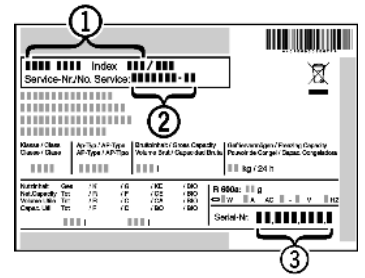

Fig. 23
- ▶ Relever la désignation de l'appareil Fig. 23 (1), le n° de service Fig. 23 (2) et le n° de série Fig. 23 (3) sur la plaquette signalétique. Cette plaquette se trouve sur la paroi intérieure gauche de l'appareil.
- ▶ Informer le S.A.V. et lui communiquer la panne, la désignation de l'appareil Fig. 23 (1), le n° de service Fig. 23 (2) et le n° de série Fig. 23 (3).